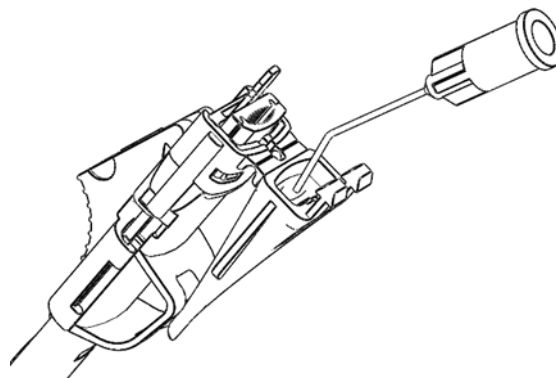

Fig 3.
5. Füllen Sie die Kartuschenspitze von hinten mit Viskoelastikum, siehe Abbildung 3
7. Schieben Sie den roten Stopper nach vorne bis es klickt, um die Kartuschenspitze zu sichern und gleichzeitig die Arretierung des Kolbens zu lösen (siehe Abb. 3). Vermeiden Sie ein vorzeitiges Drücken auf den Kolben, der nach diesem Schritt frei beweglich ist.